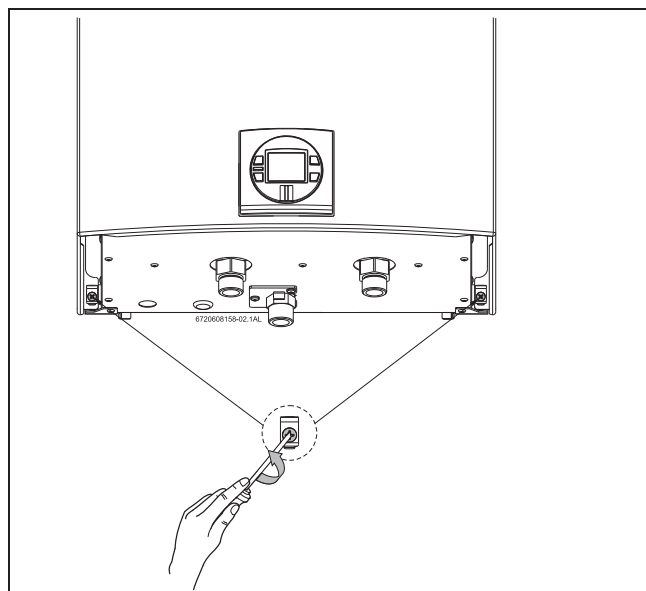

Рис. 1 Ослабьте два винта с крестообразным шлицем
- 3. Ослабьте два винта с крестовым шлицем внизу задней части прибора, см. рис. 1.